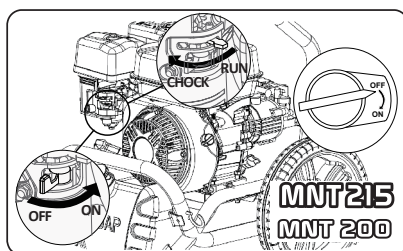

Fig.9
B. DÉMARRAGE DU NETTOYEUR HAUTE PRESSION (Voir fig. 9 - 9 bis - 10 - 10 bis)
- Tournez le robinet de carburant en position ON (levier du bas). (fig 9 et fig. 9 bis)
- Positionner le levier de starter sur la position «Starter» coté gauche (levier du haut). (fig 9 et fig. 9 bis)
Fig.9 bis